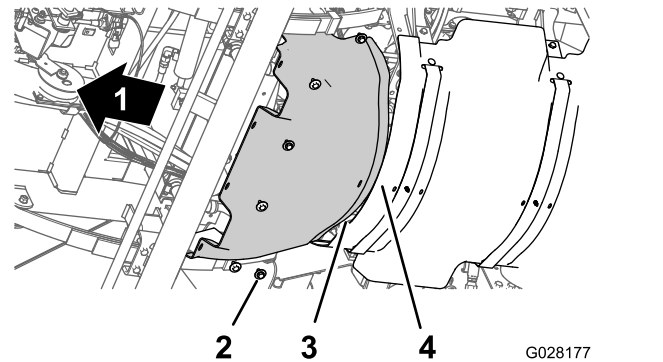

Figure 58
1. Alignez la bride arrière de l'écran pare-chaaleur avant et la bride avant de l'écran pare-chaaleur arrière (Figure 58).
2. Alignez les trous de l'écran pare-chaaleur avant et les trous filetés du châssis (Figure 58).
3. Montez l'écran pare-chaaleur avant sur la machine au moyen des 6 boulons à tête hexagonale et des 6 rondelles (Figure 58) retirés à l'opération 3 de Dépose de l'écran pare-chaaleur avant \(page 54\).